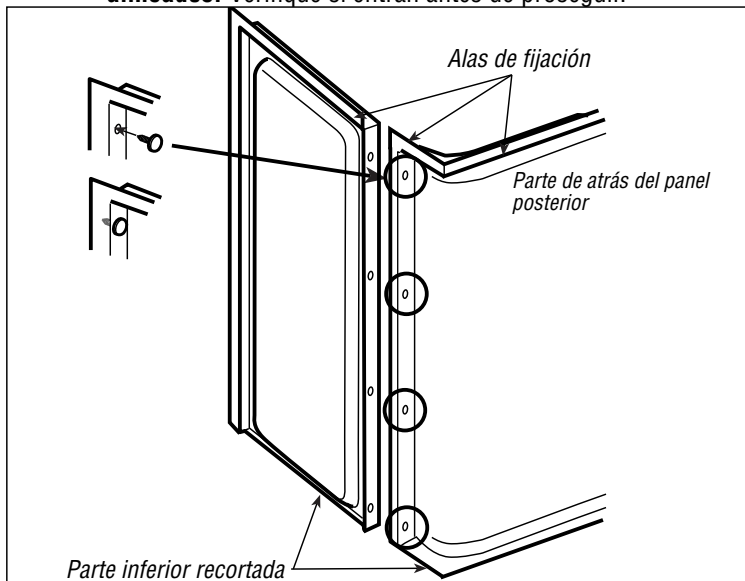

Figura 2
- 3** Coloque los ocho sujetadores en los 4 agujeros de cada lado del panel posterior presionando firmemente los sujetadores. Una vez instalados, los sujetadores sobresaldrán (Figura 2). Coloque el panel posterior dentro del hueco contra las vigas de la pared. Coloque cada panel lateral en su lugar y deslícelos hacia atrás hasta que los sujetadores pasen por los agujeros de cada uno de los paneles laterales. **Nota:** Los sujetadores no están diseñados para "trabar" los paneles en su lugar, sino para permitir que los paneles queden correctamente alineados. Verifique si entran antes de proseguir.